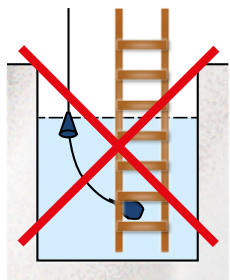

Рис. 4. Учтите: поплавков должен свободно двигаться.
- Точка установки должна выбираться так, чтобы поплавок не мог застрять под или над какой-либо поверхностью или зацепиться за какую-либо конструкцию (рис. 4).